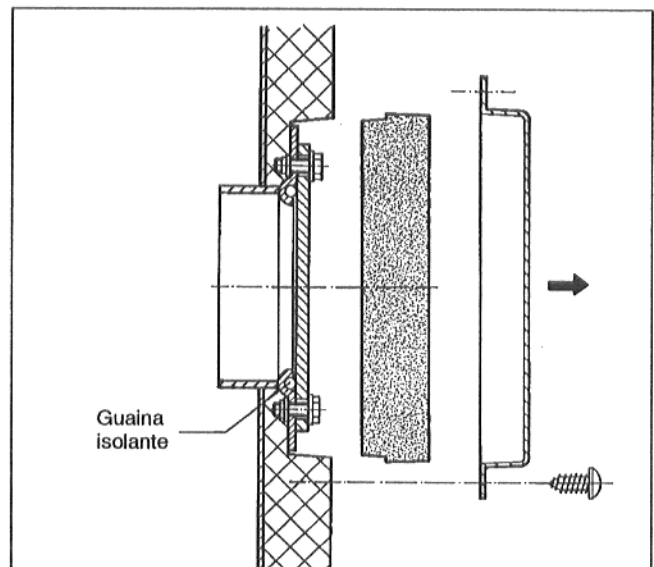

Fig. 14
- Svitare la copertura posta davanti al coperchio del foro di ispezione (Fig. 14).
- Svitare le viti a testa esagonale dal coperchio del foro di ispezione (Fig. 14).